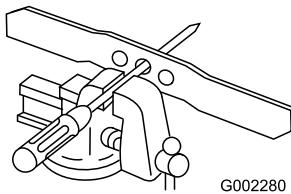

Bild 34
- Prüfen Sie die Auswuchtung des Messers, indem Sie das mittlere Loch im Messer über einen Nagel oder einen Schraubenzieherschaft hängen, den Sie horizontal in einen Schraubstock einklemmen (Bild 34).